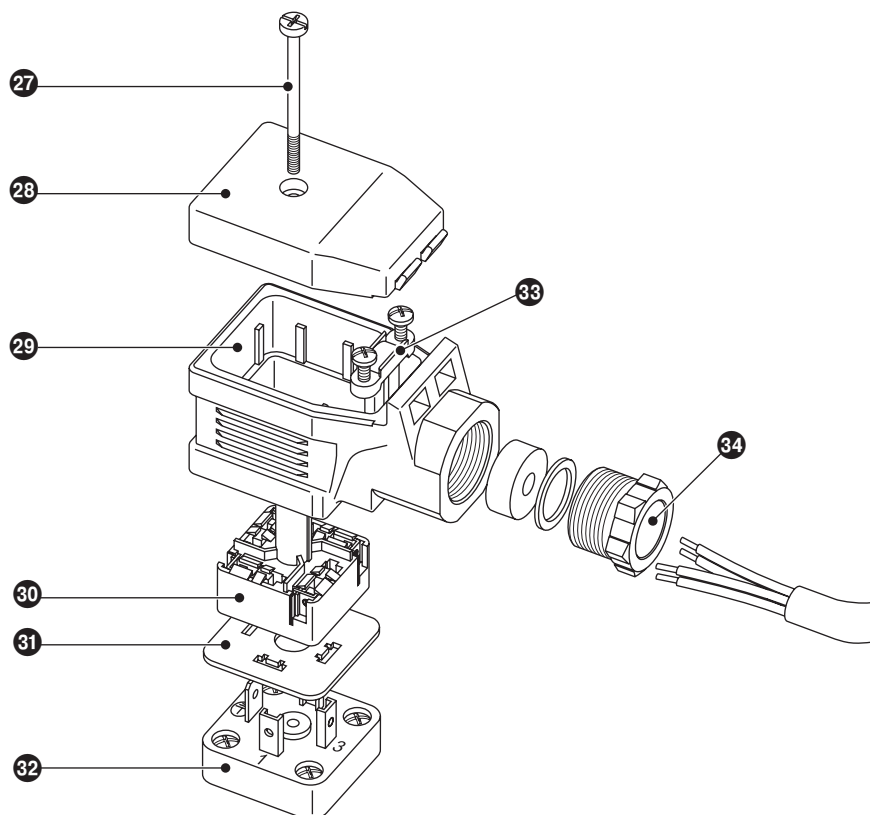

Fig. 22
1. Schroef 27 losmaken. **Fig. 22**
1. Bout 27 losmaken. **Fig. 22**